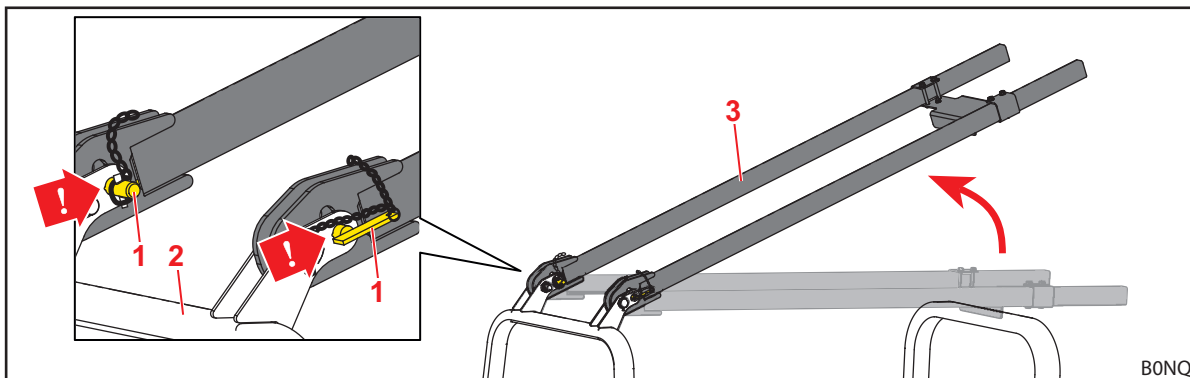

Fig. 40 Omhoog geklapte en in onderste boringen geborgde traversen
- (1) Lange traversen in de onderste boringen borgen.
- Lange traversen met borgpennen in de onderste boringen borgen (zie Fig. 40).
- (2) Onderste beugel omhoog klappen (zie beschrijving voor OPG zonder lange traversen bij het begin van het hoofdstuk).
- (3) Lange traversen omlaag klappen.